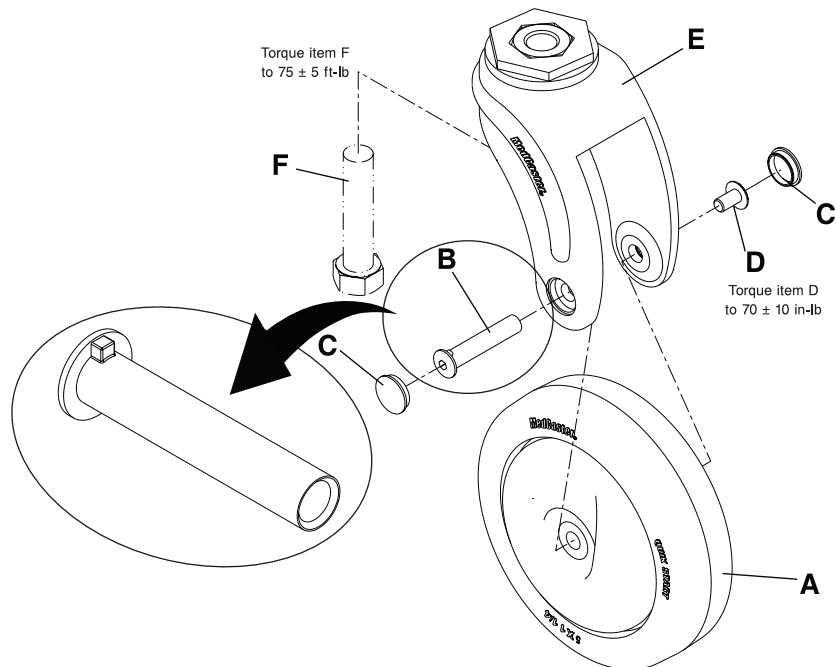

Figure 2-26 : Remplacement d'un ensemble de roulette avant
2. À l'aide d'un outil à pointe, retirer et jeter les caches de l'écrou à portée cylindrique de l'essieu de la roulette (C) (Figure 2-26 à la page 2-42).
3. À l'aide de deux clés à 6 pans de 5/32", retirer l'écrou à portée cylindrique de l'essieu (B) et la vis de l'essieu (D). Jeter l'écrou à portée cylindrique de l'essieu et la vis de l'essieu.
4. Saisir la roulette avant (A) et la tirer vers l'extérieur pour retirer la roulette de la fourche (E). Jeter la roulette avant.
5. À l'aide d'une douille de 3/4" et d'une clé à cliquet de 3/8", enlever le boulon (F) pour retirer la fourche (E) du châssis du fauteuil. Jeter la fourche.
6. Inverser les étapes 2 à 5 pour installer l'ensemble de roulette avant fourni. À l'aide d'une clé dynamométrique de 3/8" (ft-lb), serrer le boulon (F) à un couple de  $75 \pm 5$  ft-lb ( $102 \pm 7$  Nm) avant d'installer la roulette sur la fourche. À l'aide d'une clé dynamométrique de 3/8" (in-lb), serrer la vis de l'essieu (D) à un couple de  $70 \pm 10$  in-lb ( $8 \pm 1,1$  Nm).
**Remarque :** La tête de l'écrou à portée cylindrique de l'essieu (B) est clavetée (Figure 2-26 à la page 2-42). Aligner correctement l'écrou dans la fourche de la roulette (E).